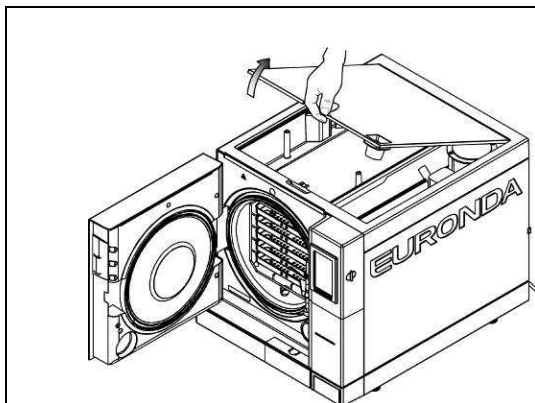
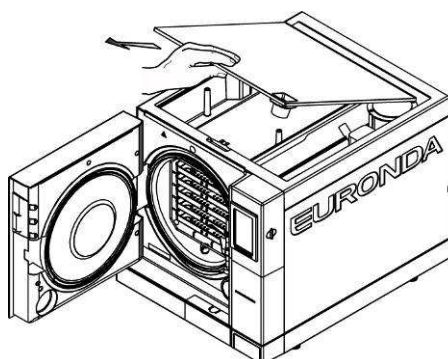

Fig. 9.2-5
Fig. 9.2-6
- Soulever le couvercle à 45° (Fig. 9.2-5) puis le tirer vers soi (Fig. 9.2-6).